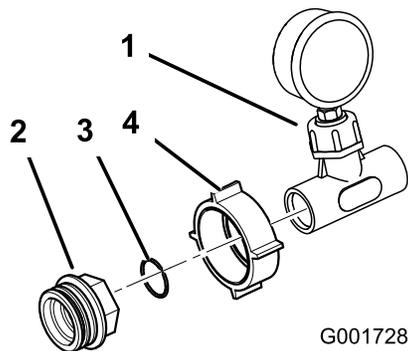

図 13
12. 水圧計と T 字アセンブリに、大きいプラスチック製のナットを取り付ける。アセンブリに、プラスチック製の O リングとアダプタを図 13 に示すように取り付ける。